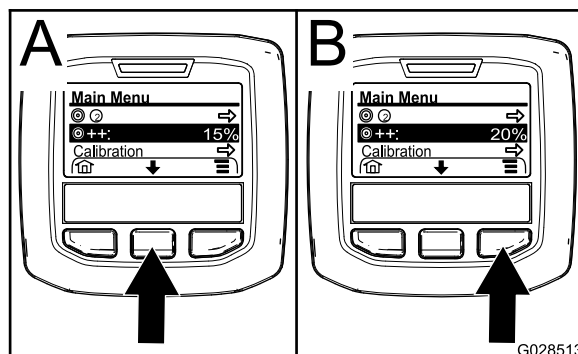

Рисунок 68
2. При необходимости нажмите среднюю кнопку выбора, чтобы выделить функцию увеличения нормы внесения (Рисунок 68).
**Примечание:** Значок увеличения нормы внесения выглядит как два символа (+) справа от метки в виде «бычьего глаза» (Рисунок 68).
3. Нажмите правую кнопку выбора (Рисунок 68), чтобы увеличить степень увеличения нормы внесения приращениями по 5% (максимум 20%).